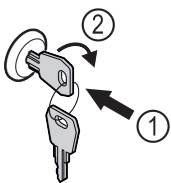

Fig. 145
- ▶ Sleutel erin duwen Fig. 145 (1).
- ▶ Sleutel 90° rechtsom draaien Fig. 145 (2).